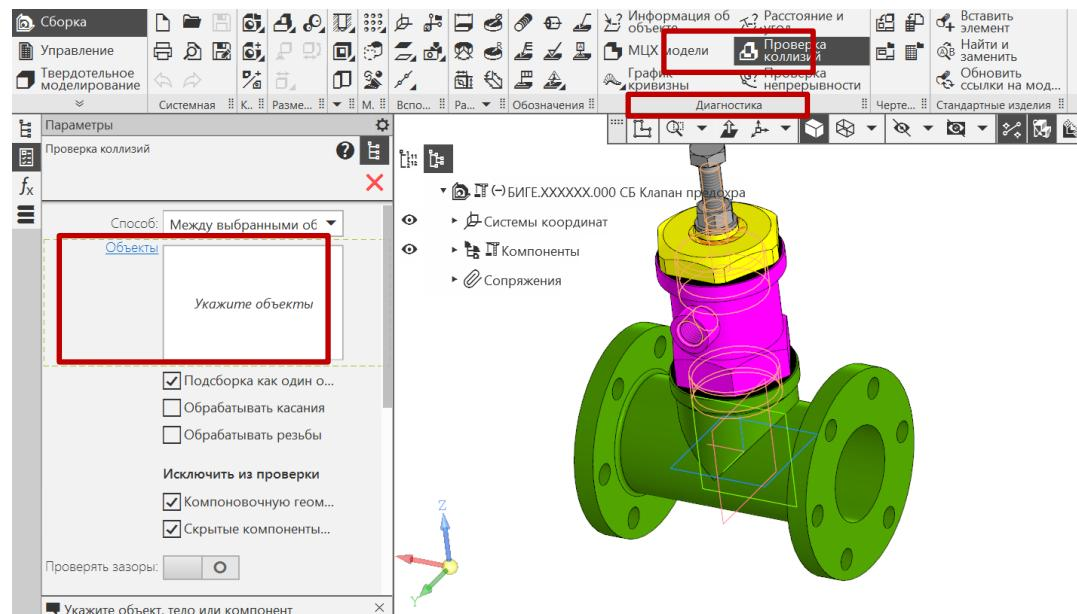

Рис. 52 Проверка коллизий
- **Сборка – Диагностика – Проверка коллизий** (рис. 52).